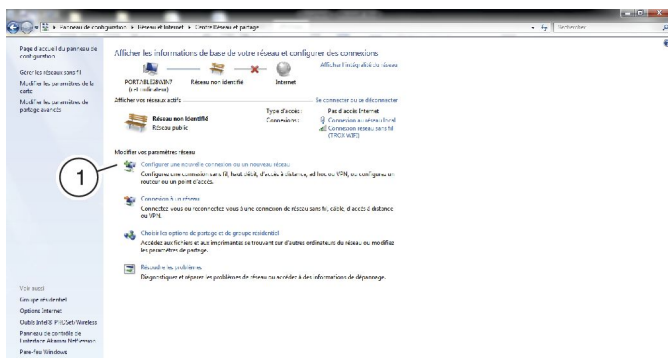

Fig. 53 : Configuration d'une nouvelle connexion ou d'un nouveau réseau
2. ▶ Sélectionner « Configurer une nouvelle connexion ou un nouveau réseau » (Fig. 53 /1).